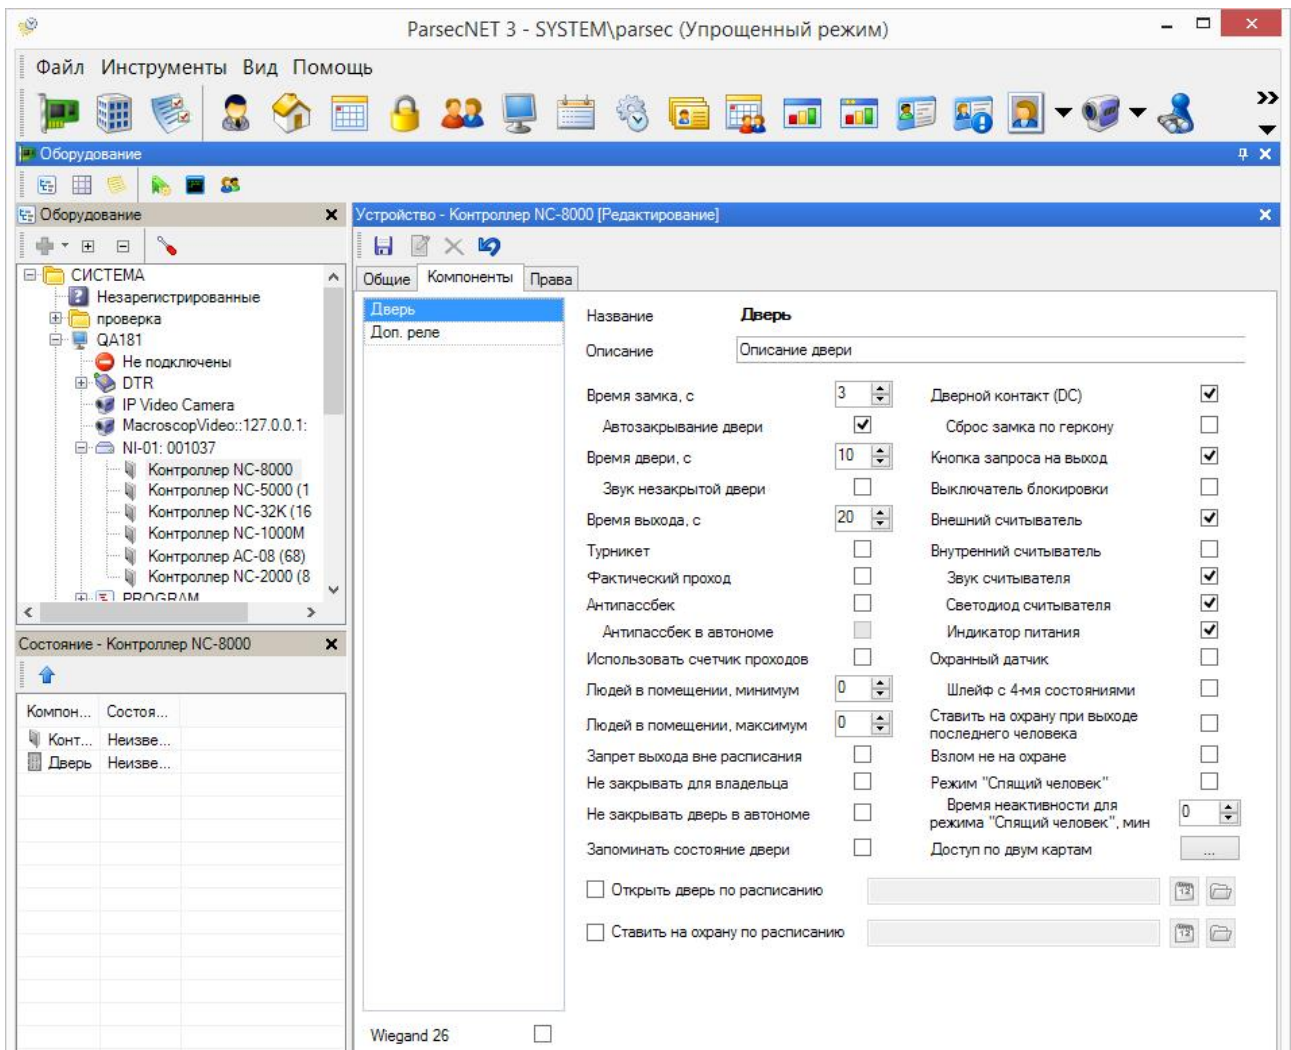

Рисунок 29. Настройка контроллера в ParsecNET 3.5
- интерфейса NI-A01-USB (рисунок 29);